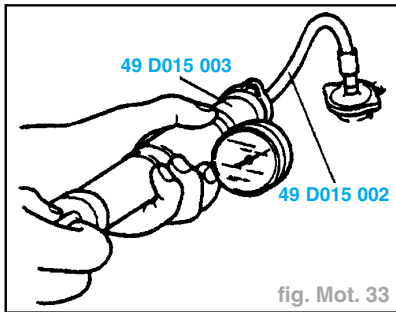

fig. Mot. 33
- Raccorder un testeur de bouchon de radiateur sur le goulot de remplissage du radiateur (fig. Mot. 33).